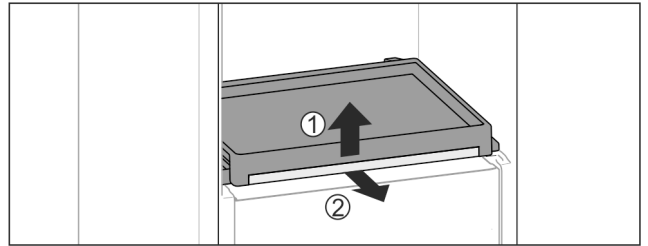

Fig. 111
- Rimuovere il ripiano estraibile con ripiano di vetro: sollevare leggermente in avanti il ripiano di vetro *Fig. 111 (1)* e tirarlo in avanti *Fig. 111 (2)*.